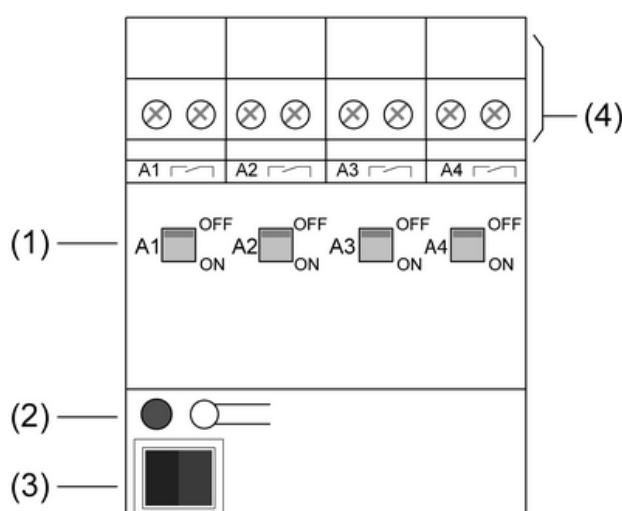

Рисунок 1: Вид исполнительного элемента 4-кратный
Состояние реле передается через выключатель слайда (1) на лицевую сторону прибора (рисунок 1). Они служат одновременно для управления релейными выходами вручную, при помощи подходящего инструмента.